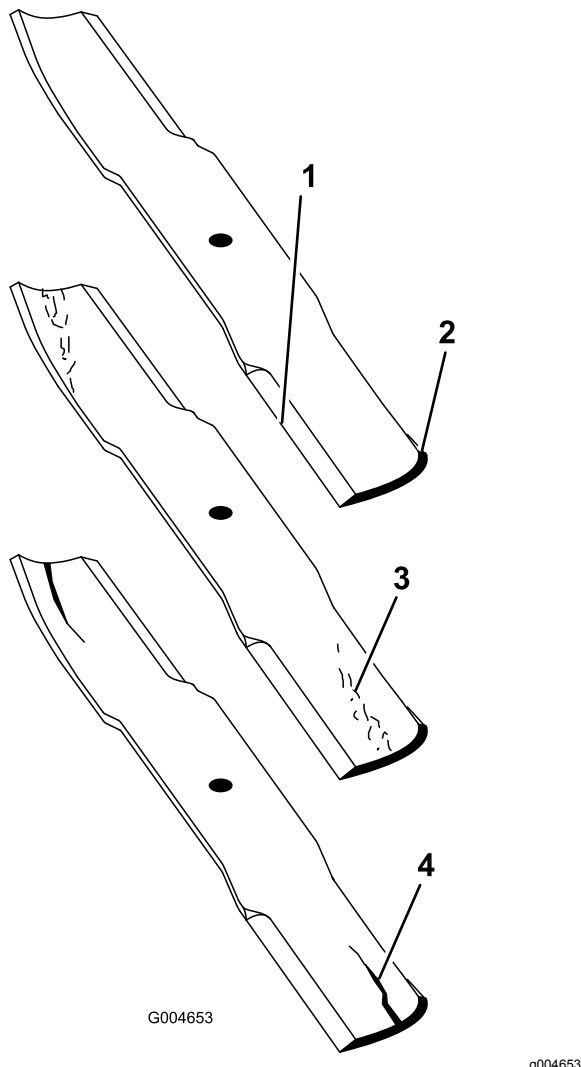

Figura 30
- Examine cuidadosamente as extremidades da lâmina, prestando especial atenção à zona onde se encontram as partes curvas e planas da lâmina (Figura 30).
Nota: A areia e os materiais abrasivos podem desgastar o metal entre as partes plana e curva da lâmina; por isso, verifique a lâmina antes de utilizar a máquina. Se der conta de desgaste (Figura 30), substitua a lâmina.